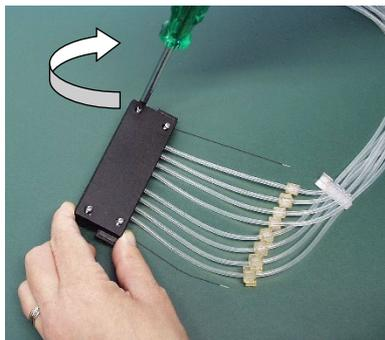

Abbildung 5–40. Auswechseln des Unterteils der Abdeckung der Dispensierkassette
6. Nachdem das Unterteil der Dispensierkassette montiert ist, legen Sie die restlichen Teile des Oberteils der Dispensierkassette auf den Labortisch (Abbildung 5–41).